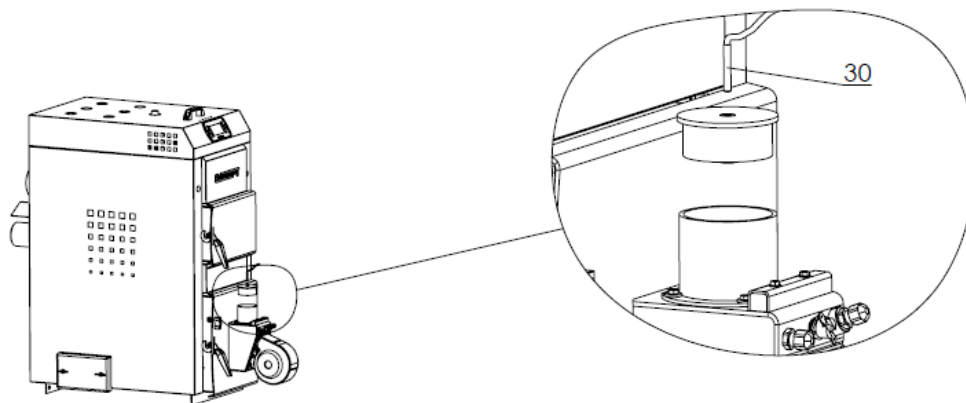

Abb. 8 Aufsetzen des Deckels (Pos. 30 – Temperaturfühler Schneckenförderung)
- gehen Sie anschließend wie in Abb. 8 dargestellt vor,